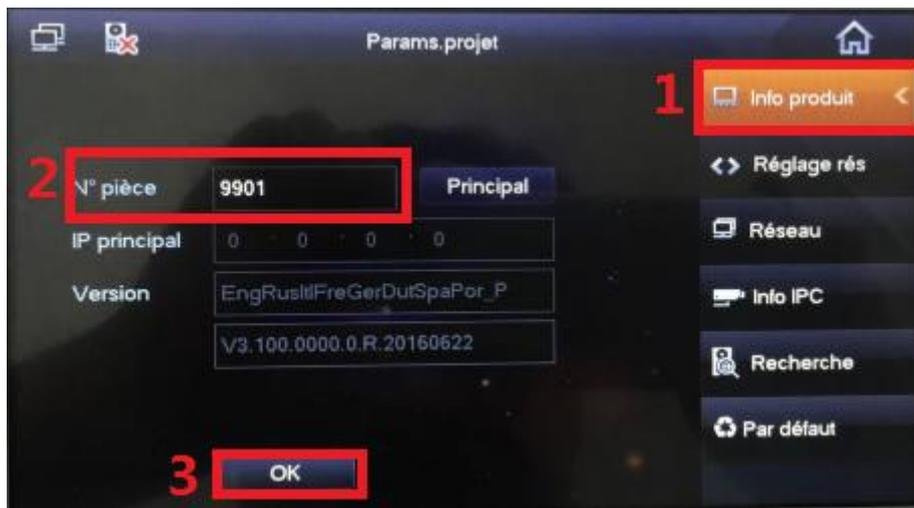

Figure 2-11
- c) Définissez le VTH courant comme VTH principal. Voir Figure 2-11.